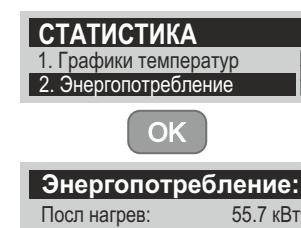

Рисунок 32. Статистика энергопотребления.
- 7.4.5.2 «2. Энергопотребление» - переход в режим просмотра информации об энергопотреблении (см. рис. 32);